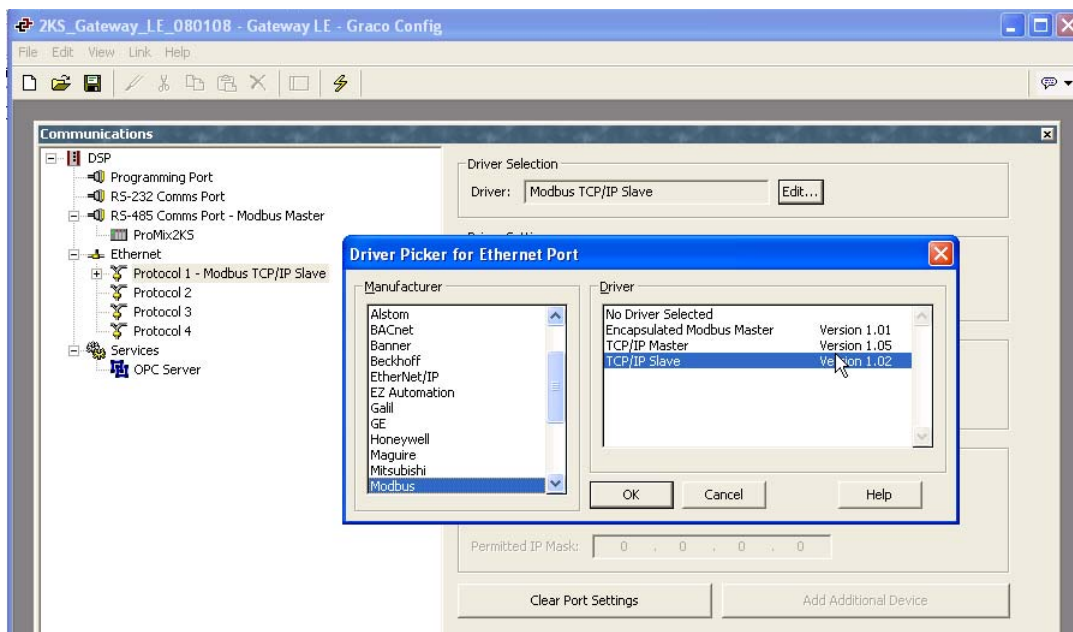

FIG. 20: Selección del protocolo
2. Vea la FIG. 20. Resalte Protocol 1 (Protocolo 1). Haga clic en el botón Edit (Editar) en el lado derecho de la ventana para abrir la ventana Driver Picker (Seleccionador de controlador). Seleccione